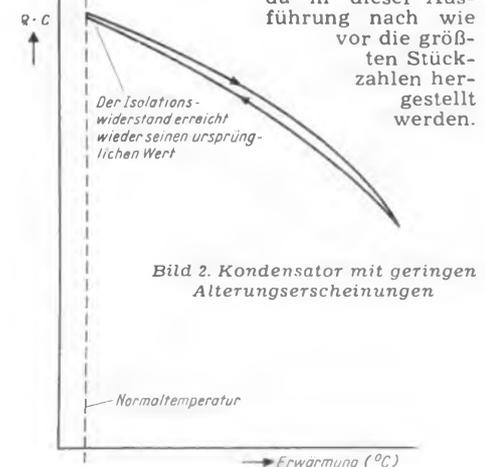

Bild 2. Kondensator mit geringen Alterungserscheinungen
2. der Isolationswiderstand bei Abkühlung des Kondensators stets wieder auf seinen Anfangswert zurückkehrt (Bild 2).